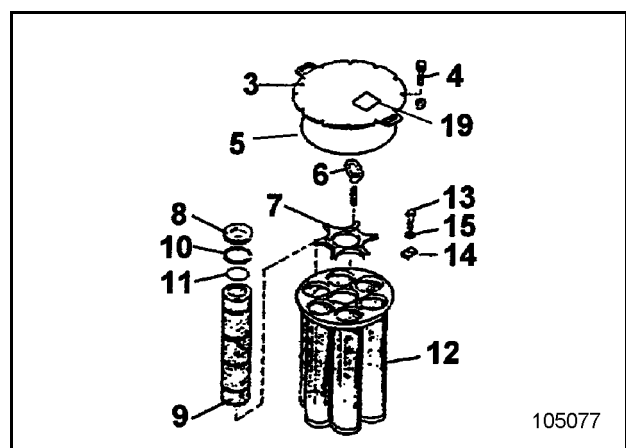

Fig. 3-89:
- Deckel (3, Fig. 3-89:) abnehmen.